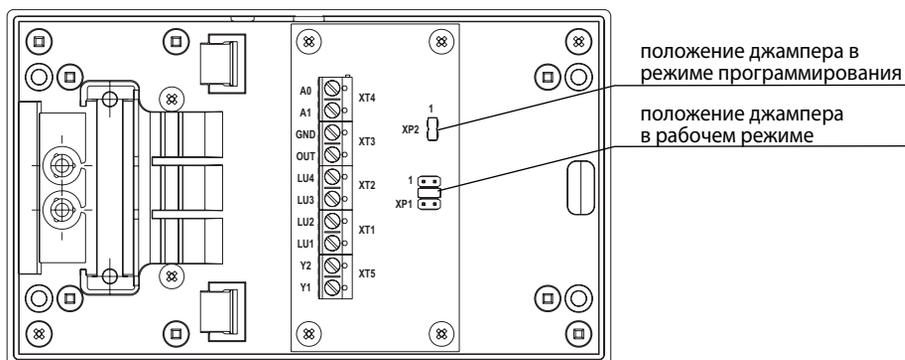

Рис.2 Вид КМ300-4.2 со снятой крышкой
- Возможность установки КМ в рабочий режим или режим программирования с помощью джампера (*см. рис.2*).